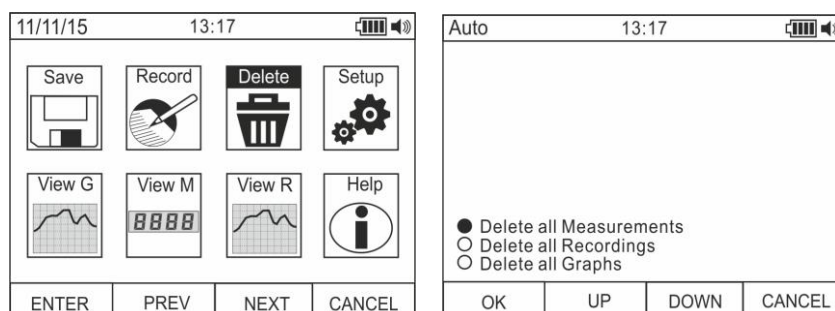

Fig. 12: Apagar a memória interna
11. Premir o botão **F3 (TREND)** para visualizar o andamento da gravação (ver Fig. 12 – parte central).
14. Usar os botões **F2** ou **F3** para selecionar o ícone “Apagar (Cancella)” e premir o botão **F1** (ver Fig. 12 – parte esquerda)